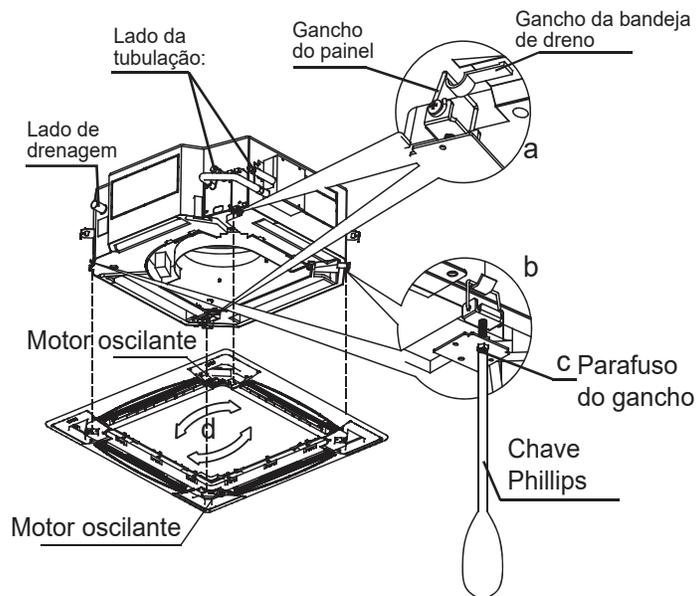

Figura 20
2. Durante a instalação, primeiro pendure o lado do motor de oscilação do painel e enganche no lado oposto do painel no corpo da unidade no gancho correspondente da bandeja de drenagem (consulte a Figura 20, a). Em seguida, pendure os dois ganchos remanescentes do painel no suporte de suspensão correspondente do corpo da unidade da unidade interna (consulte a Figura 20, b).
4. Ajuste os quatro parafusos do gancho do painel (consulte a Figura 20, c) para mantê-lo nivelado e levante-o uniformemente até o teto.
5. Ajuste levemente o painel na direção "d" (consulte a Figura 20, d) de modo que o centro do painel se alinhe com o centro da abertura do teto. Verifique se os ganchos nos quatro cantos estão firmemente presos no lugar.